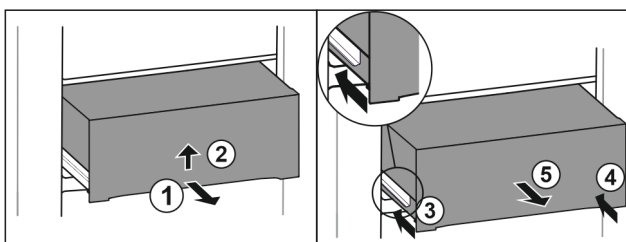

Fig. 32
- ▶ Extrageți pe jumătate sertarul. Fig. 32 (1)
- ▶ Ridicați sertarul de partea inferioară. Fig. 32 (2)
- ▶ Inșerați șina din stânga. Fig. 32 (3)
- ▶ Inșerați șina din dreapta. Fig. 32 (4)
- ▶ Extrageți sertarul spre înainte. Fig. 32 (5)